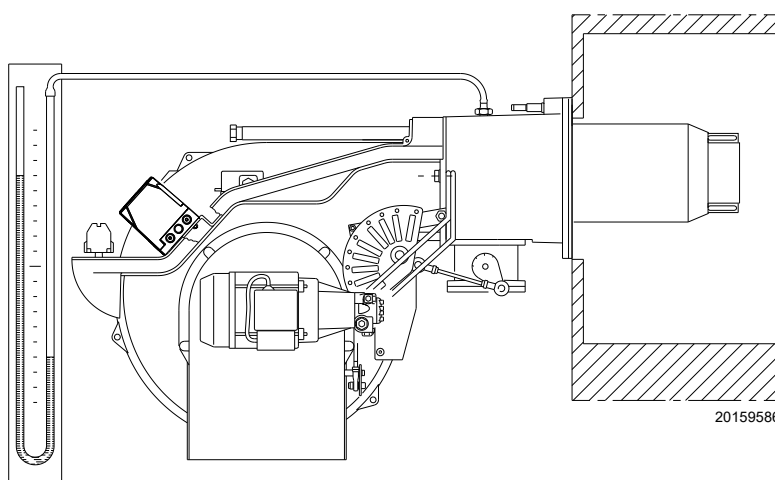

Fig. 36
- Montar un manómetro en U o un manómetro de tipo diferencial (Fig. 36), con toma (+) en la presión del gas del manguito y (-) en la cámara de combustión.
Orientativamente, puede obtenerse consultando la Tab. K en pág. 26, basta con leer la presión del gas en el manómetro en "U", ver Fig. 36 en pág. 31, y seguir las indicaciones.